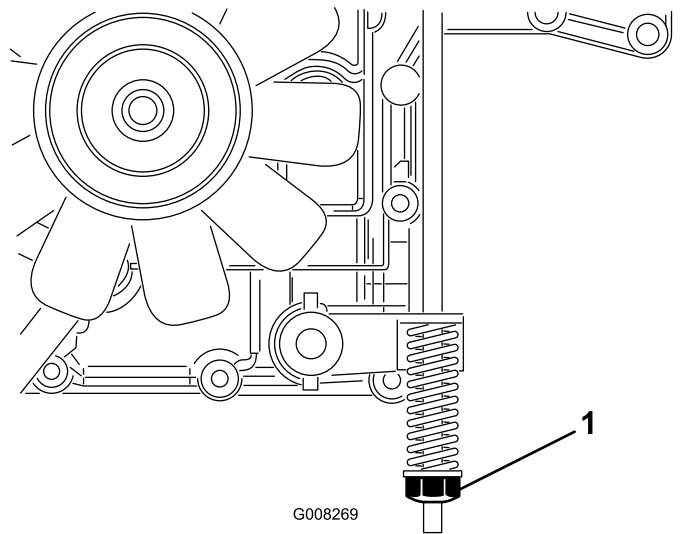

Figura 38
Il freno di stazionamento si trova sul lato destro del ponte posteriore, all'interno del pneumatico posteriore (Figura 38).
3. Girate in senso orario il dado di regolazione del freno, fin quando non riuscirete a spingere la macchina (Figura 38).